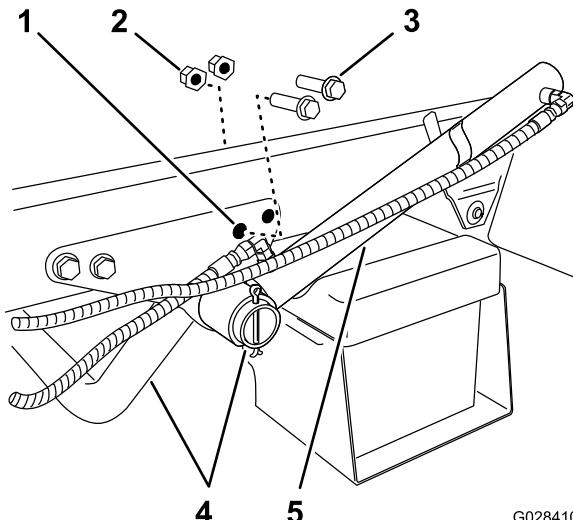

Figure 6
1. Retirez les 2 boulons à embase arrière et les 2 écrous à embase qui fixent le support du tube du moteur au cadre de la machine (Figure 6).
- Faites tourner le vérin de levage pour obtenir l'espace nécessaire au montage du support de maintien du patin de la cuve (Figure 6).